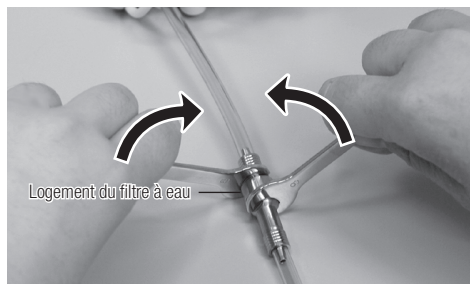

Fig. 25
1) Débranchez l'alimentation en eau à laquelle la station PRESTO AQUA LUX est connectée. Utilisez deux clés (5x8) comme indiqué Fig.25 et tournez dans la direction indiquée. Si le tuyau d'eau est tordu suite à cette opération, retendez-le en relâchant les clés et veillez à ce que le tube situé entre le filtre à eau et l'appareil soit bien droit.